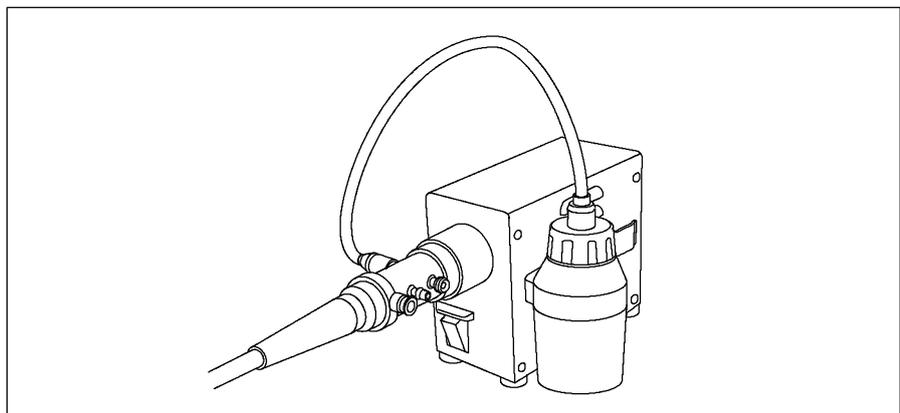

Abbildung 3.6
6. Führen Sie die Sprühdüse der Spülflasche in den Spülflaschenanschluß am Versorgungsstecker für die Lichtquelle ein (siehe Abbildung 3.6).